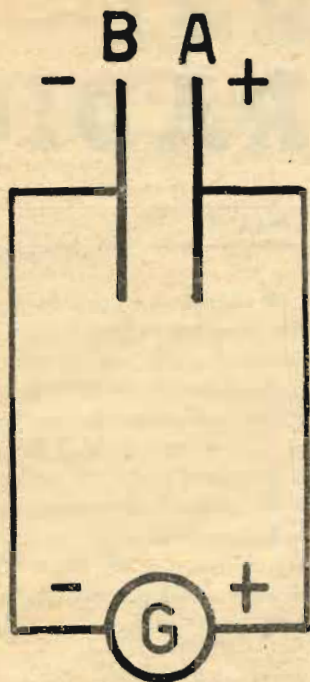

Fig. 2
**CONDENSATORI.** — Supponiamo di avere due piastre metalliche affacciate l'una all'altra, separate di qualche frazione di mm; per mezzo di aria o di un altro isolante. Collegiamo le due piastre ad una batteria, o generatore, come in fig. 2: gli elettroni liberi della piastra A tenderanno a raggiungere il polo del generatore, mentre dal polo una massa di elettroni raggiungerà la piastra B. Risultato: la piastra A sarà deficiente